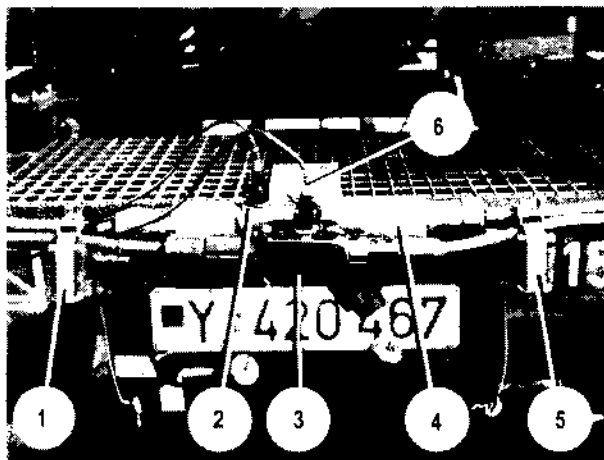
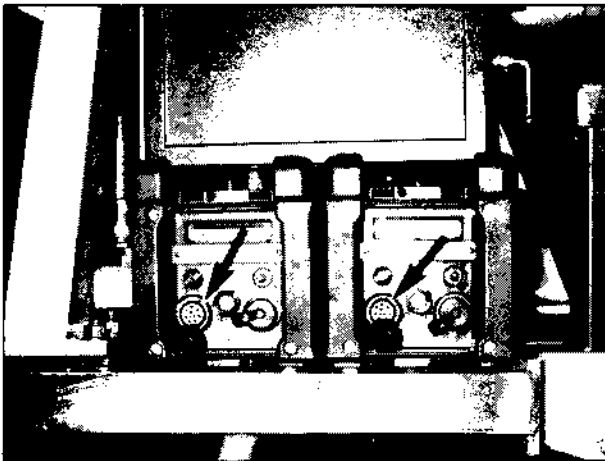

Bild 56
Bild 58
6. Lange Seite (Bild 56/4) des T-Stücks FM 1000 mit dem Vielfachkabel FM 1000, 23 m, verschrauben.
7. Kurze Seite des T-Stücks FM 1000 (Bild 56/2) mit Vielfachkabel FM 1000, 60 m, verschrauben und Kabelverbindung in die Transporthalterung des Mastaufsatzes legen.
8. T-Stück FM 15000 (Bild 56/3) mit den beiden Vielfachkabeln FM 15000, 25 m und 60 m, verschrauben und Kabelverbindung in die Transporthalterung des Mastaufsatzes legen.
9. Kabelverbindungen mit den Gurten (Bild 56/1 und Bild 56/5) verzurren.
12. Die Kabel, 2,8 m (Bild 56/6), an die Anschlüsse 8C3 der T-Stücke anschließen und durch die Verzurrung (Bild 56/1) führen. Die anderen Enden der Kabel, 2,8 m, an die Anschlüsse 1C2 (Bild 58/Pfeile) der entsprechenden Ausrichteinheiten anschließen.